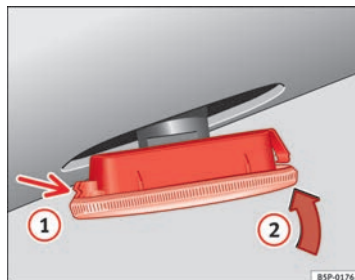

Abb. 197 Seitlicher Blinker
⇒ Abb. 197, Pfeil ①.
- Die Lampe in Pfeilrichtung ② ⇒ Abb. 197 einsetzen.